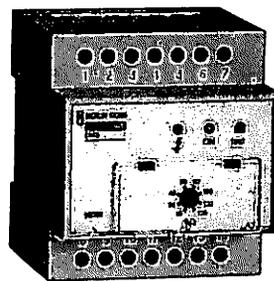
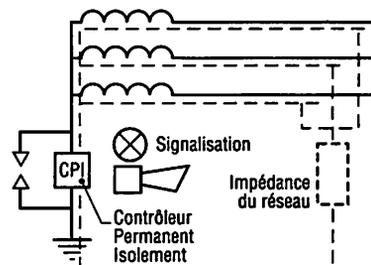

Fig. 6 : Vigilohm EM 9 (Merlin-Gérin).
Fig. 8 : Branchement d'un contrôleur permanent d'isolement (CPI).
4.1. Contrôleur permanent d'isolement (CPI) (fig. 6 et 7)
– Cet appareil permet de contrôler en permanence l'isolement général d'un réseau à neutre isolé (IT). Son principe de fonctionnement est basé sur l'injection d'une tension continue entre le réseau et la terre. Cette tension crée un courant de fuite correspondant à la résistance d'isolement.
– **Fonctionnement (fig. 8)** : en l'absence de défaut, aucun courant ne circule dans le réseau. Dès qu'un défaut survient, un faible courant indique la valeur d'isolement, ce courant amplifié actionne les alarmes. Cet appareil permet de signaler l'apparition d'un premier défaut.